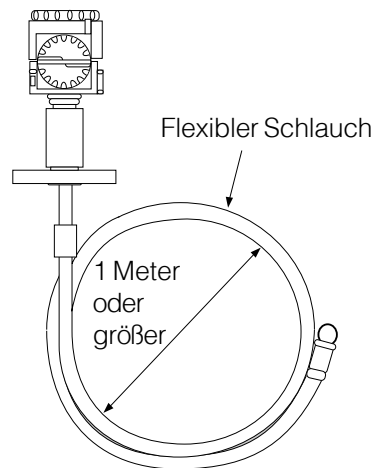

Abb. 1
- Beim Entnehmen und Aufrollen des Schlauchs muss der Wickeldurchmesser mindestens 1 m groß sein (siehe Abb. 1).